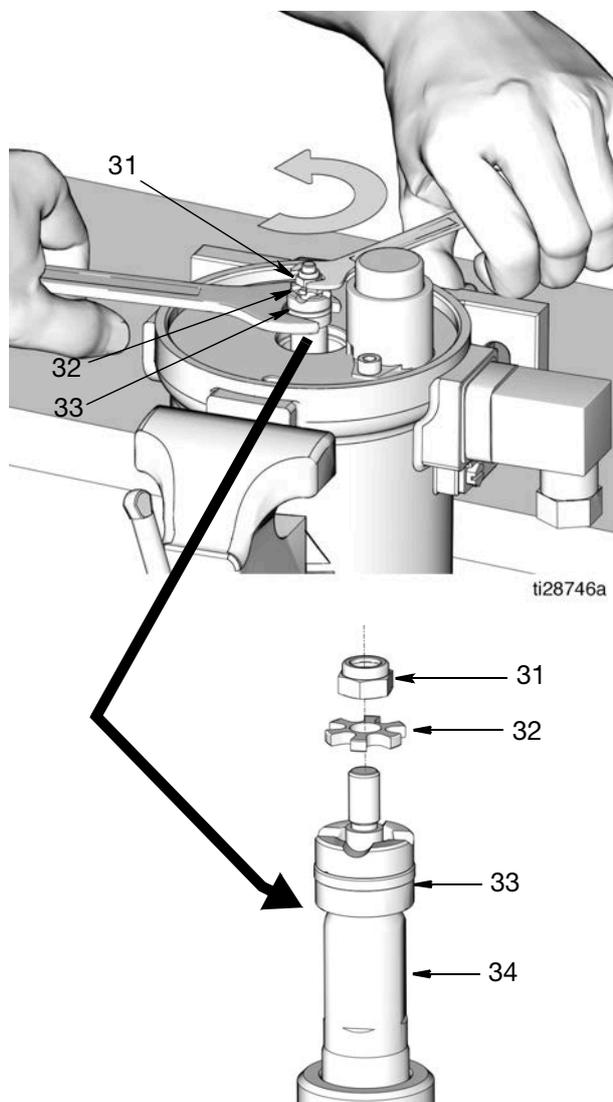

FIG. 19
15. Subconjunto del pistón de la bomba (33)
Fije una llave sobre las partes planas del eje del pistón (34). Utilice una segunda llave para extraer la contratuerca (31) y la arandela de estrella (32) de la parte superior del pistón (FIG. 19). Quite la contratuerca y la arandela de estrella. Conserve estas piezas para volver a armar.